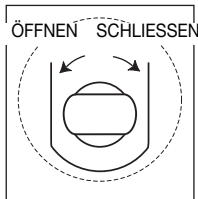

Abb. 2 – Ablassventil
- Drehen Sie mithilfe des rechteckigen Endes des Pumpengriffs die Spindel des Überdruckventils entgegen dem Uhrzeigersinn, um das Ventil zu öffnen (nicht mehr als zwei Umdrehungen). Siehe Abb. 2.